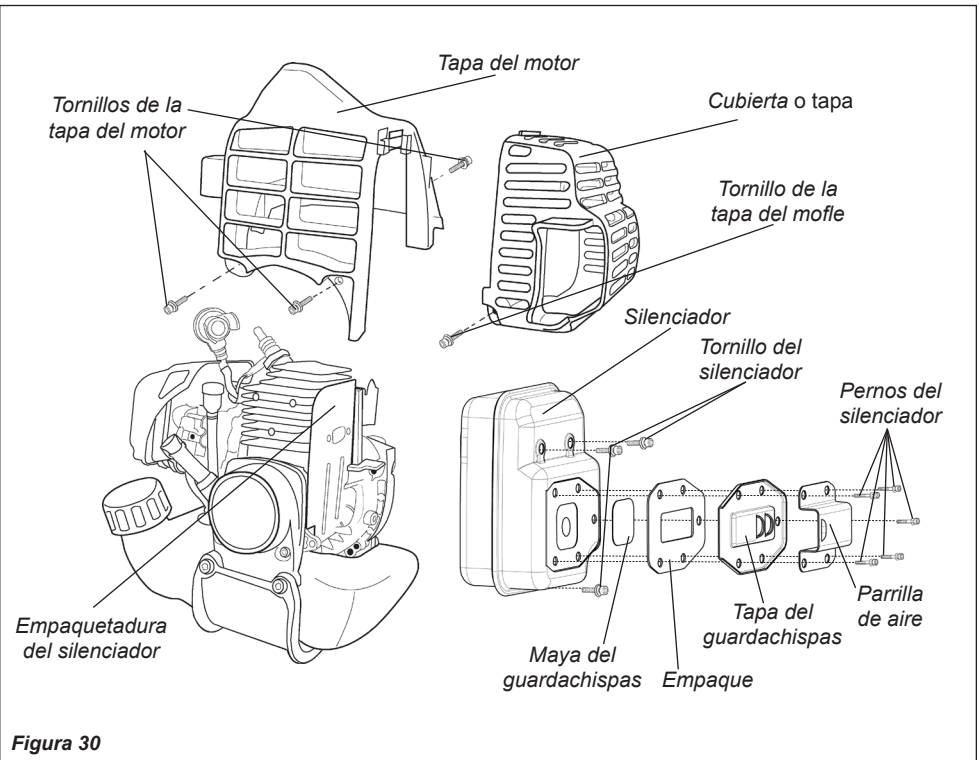

Figura 30
2. Con una llave hexagonal de 3 mm retire la cubierta del mofle en los tres tornillos de la tapa del motor y la tapa del motor. Consulte la figura 30.
3. Con un destornillador de cruz a retire los cinco tornillos sosteniendo la maya guardachispas y la tapa del silenciador. Consulte la figura 30.
5. Con una llave hexagonal de 3 mm retire los pernos del silenciador y el silenciador. Consulte la figura 30.